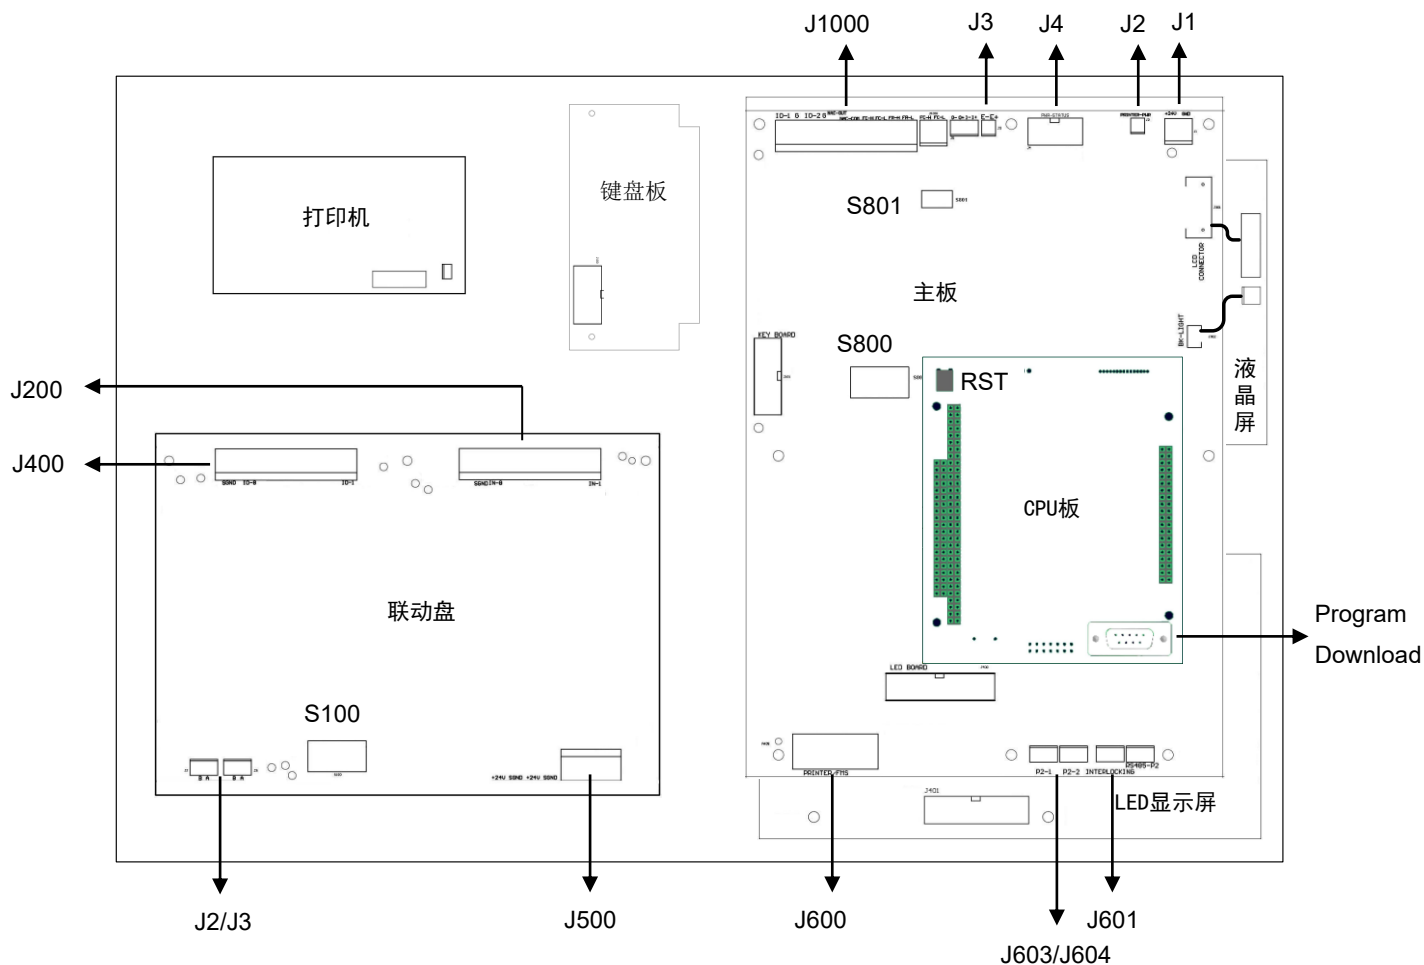

图 2-2 PCB 板布局图
9. 参考图 2-2、2-3、2-4、2-5、2-6、2-7、2-8、2-9 将电缆接到端子上。
主单元背面有 1 个 8 位拨码开关 S800（见图 2-2），用于设定控制器地址，1 至 7 位有效（第 8 位必须为 OFF），地址范围为 1 至 64。
联动盘背面有 1 个 8 位拨码开关 S100（见图 2-2），用于设定联动盘地址，1 至 5 位有效，地址范围固定为 15。
控制器上另有一个 2 位拨码开关 S801（见图 2-2），用于选定 C-WEB, FR18-BUS 终端元件，当该设备为终端设备时，必须将该拨码开关置为“ON”。